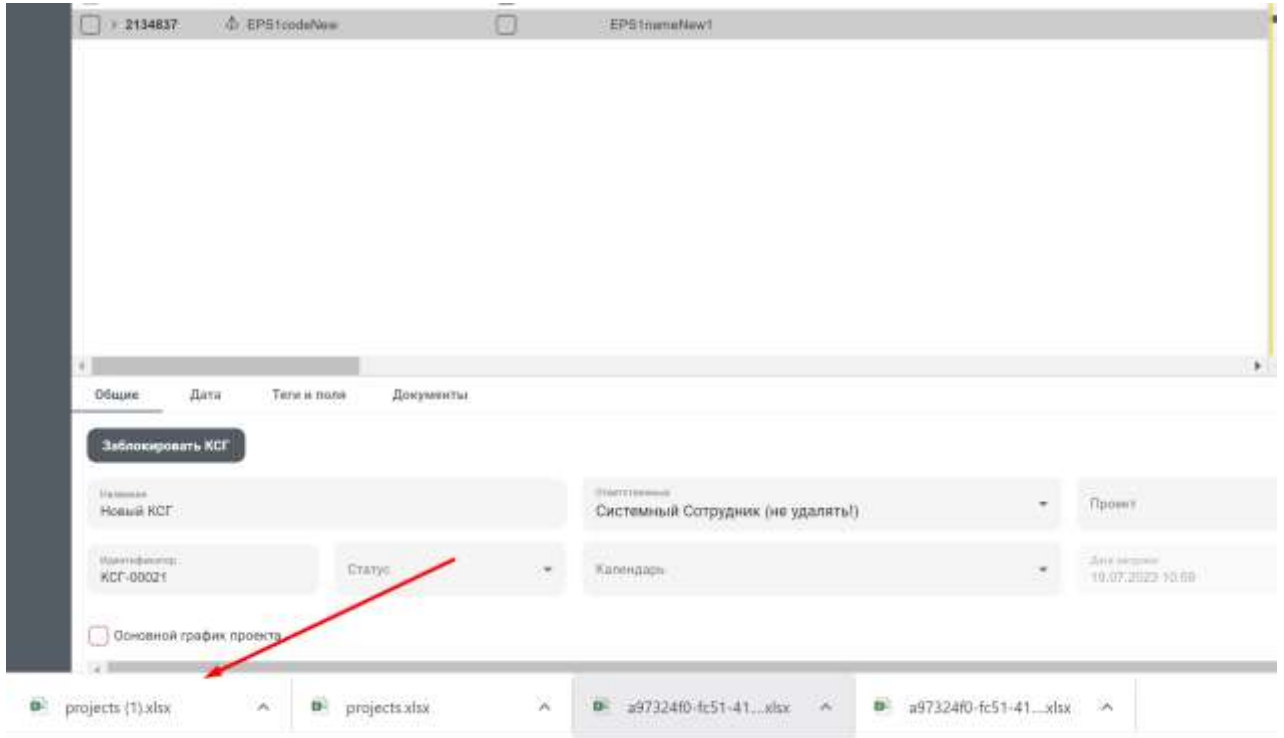

Рисунок 160– Раздел «Работы», файл выгружен в Excel
Начинается экспорт КСГ в Excel. Файл сохраняется на компьютере. Открыть файл, двойным нажатием левой кнопки мыши на него (Рисунок 160).
5. Нажать кнопку «Enter» (Рисунок 160)